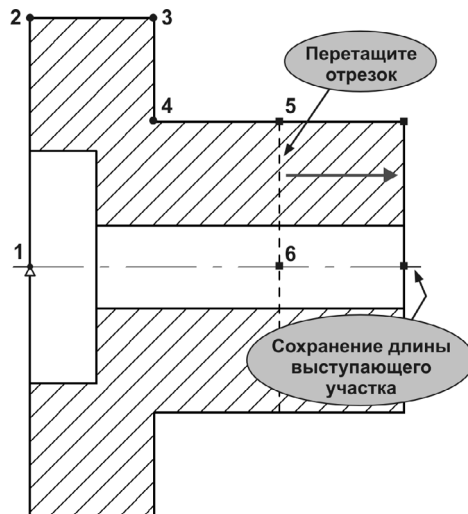

Рис. 61.19.
1. Чтобы проверить поведение модели на образце, щелкните по отрезку 5–6. Перетащите характерную точку 5 вправо (рис. 61.19).